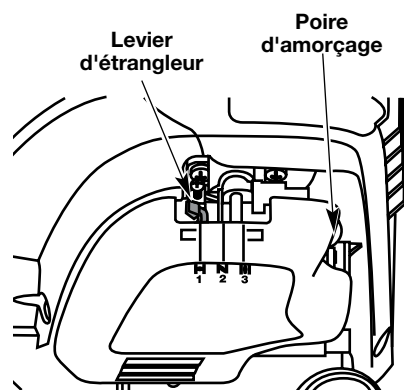

Fig. 7
4. Pressez et relâchez la poire d'amorçage à 10 reprises, lentement. Une certaine quantité de carburant devrait être visible dans la poire d'amorçage et les conduites de carburant (Fig. 7). Si vous n'apercevez pas de carburant dans la poire, pressez et relâchez la poire autant de fois que nécessaire jusqu'à ce que vous aperceviez du carburant dans cette dernière.
5. Mettez le levier d'étrangleur en **Position 1** (Fig. 7).
7. Mettez le levier d'étrangleur en **Position 2** (Fig. 7).
10. Mettez le levier d'étrangleur en **Position 3** (Fig. 7). La machine est prête à être utilisée.